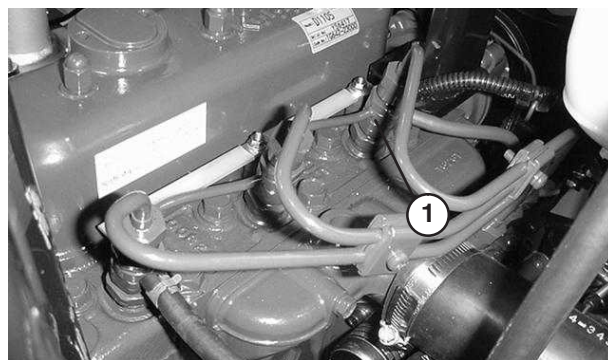

Figure 50
1. Desserrez le raccord entre l'injecteur N° 1 et le porte-injecteurs sur la pompe d'injection (Fig. 50).